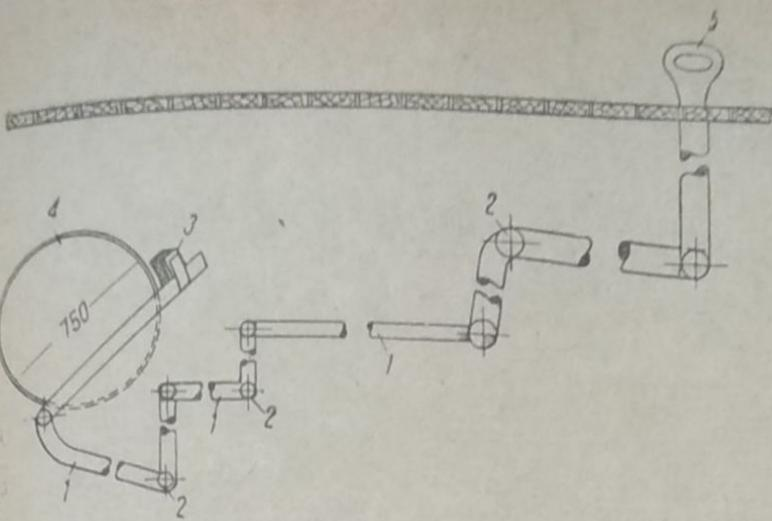

Рис. 3. Тормоза для обрезного станка
На рис. 3 дана схема тормозного устройства к обрезному станку. Как видно из рисунка, данный тормоз состоит из ряда шарниро-соединенных стержней (1). Соединения стержней в точках (2) мертвые. Система стержней заканчивается тормозной колодкой (3), которая действует на шкив контрапривода (4). Рукоятка управления (5) выведена к месту управления станком. Благодаря последнему становочный в случае нужды, не сходя с